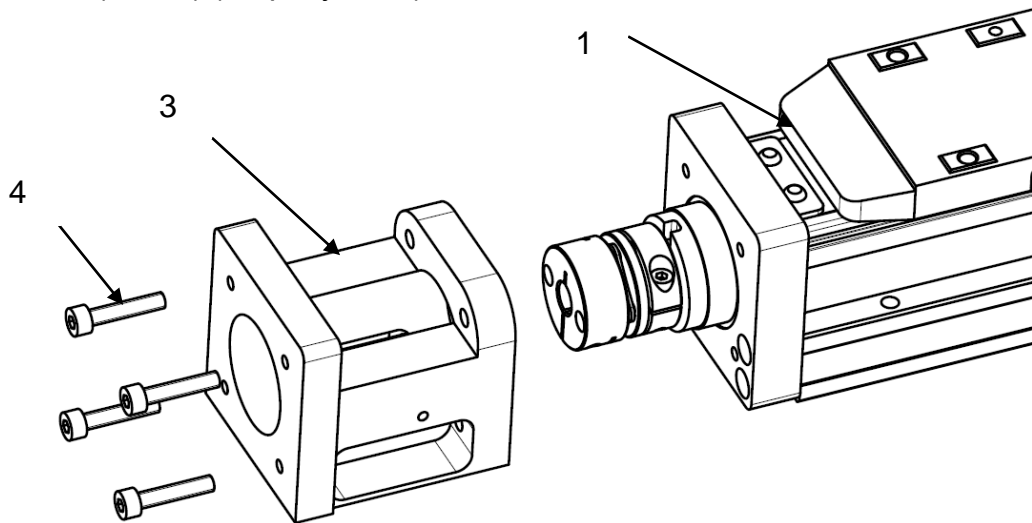

Рисунок 4 – Установка корпуса.
2) установить корпус монтажного комплекта (поз. 3) на модуль (поз.1) с помощью винтов (поз. 4) (см.рисунок 4);